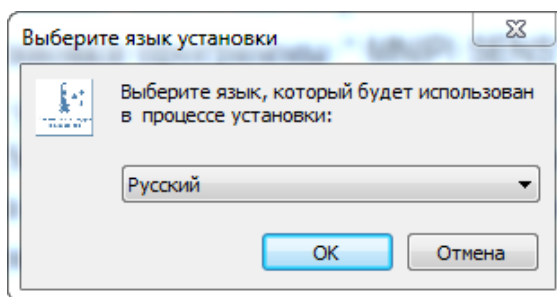

Рисунок 2.1
2.3.3.2 Вставьте диск с ПО "MNIPI SENS" в дисковод CDROM Вашего ПК. На ПК запустите файл "SensBio Setup", который находится в каталоге "MNIPI\_Sens\_Install" диска CD-R из комплекта поставки (двойным щелчком левой кнопки "мыши" по файлу). На экране монитора появится окно "Выберите язык установки" (рисунок 2.1).